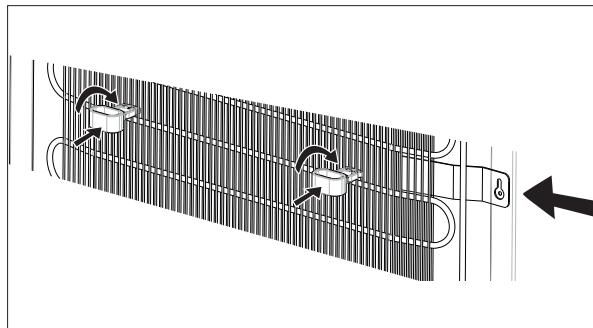

Abb. 21
- ▶ Montieren Sie die beiden Abstandshalter (17) in Höhe des oberen Befestigungsblechs (siehe Pfeil rechts in Abb. 21) auf der Geräterückseite an den Kühlrippen.
- ▶ Stecken Sie jeweils den Abstandshalter (17) in vertikaler Position bis zur Aussparung mit der Kennzeichnung **T** zwischen zwei Kühlrippen und drehen Sie ihn, wie in Abb. 21 dargestellt, um 90° in die horizontale Position. So wird die direkte Berührung des Kondensators mit der Wand verhindert.
- ▶ Richten Sie das Gerät waagerecht aus, indem Sie Unebenheiten des Bodens durch entsprechendes Einschrauben der Gerätefüße (6) ausgleichen.